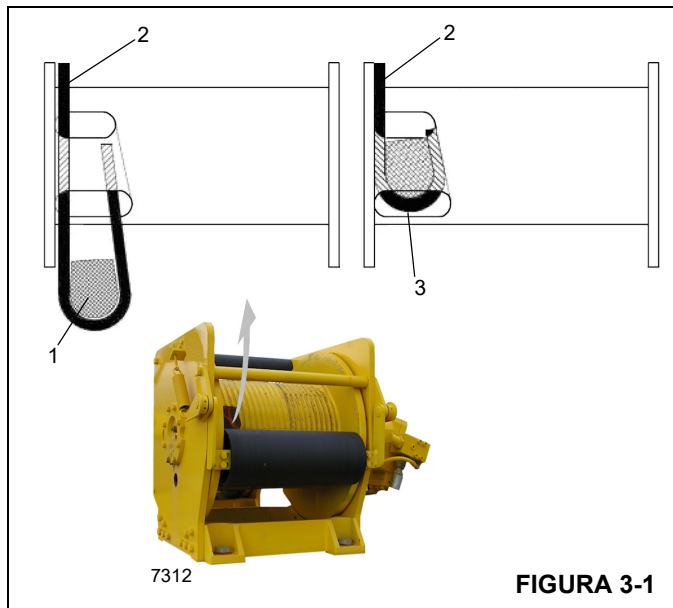

FIGURA 3-1
3. Inserir o cabo pela ranhura e posicioná-lo em torno da cunha de fixação (1) Figura 3-1.